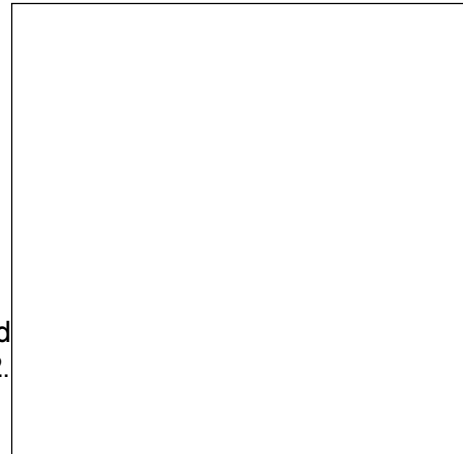

Bild 2 : Bohrungen Gepäckraum links
- 5.) Im Gepäckraumboden zwischen Längsträger links und Reserveradmulde bei Körnerpunkt Loch \varnothing entsprechend Kabeltülle für Kabeldurchführung bohren (" y "); siehe Bild 2.